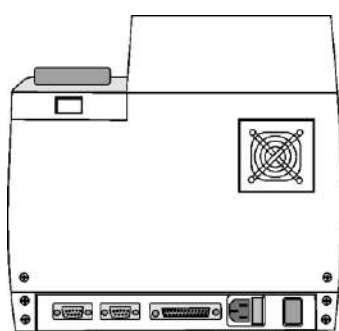

Рис. 2-9
2.3.7. Подключение сканера штрих-кода (рис. 2-9)